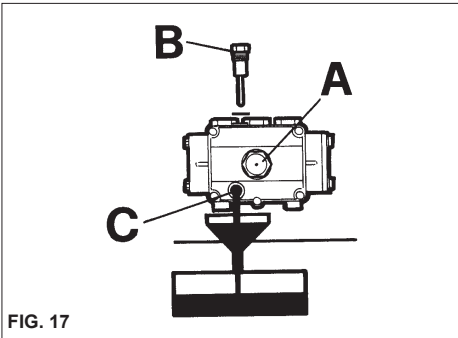

FIG. 17
- 2) De tap met de oliepeilstaaf losschroeven (fig. 17)